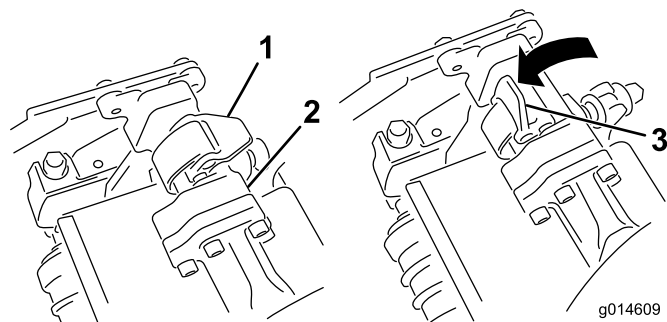
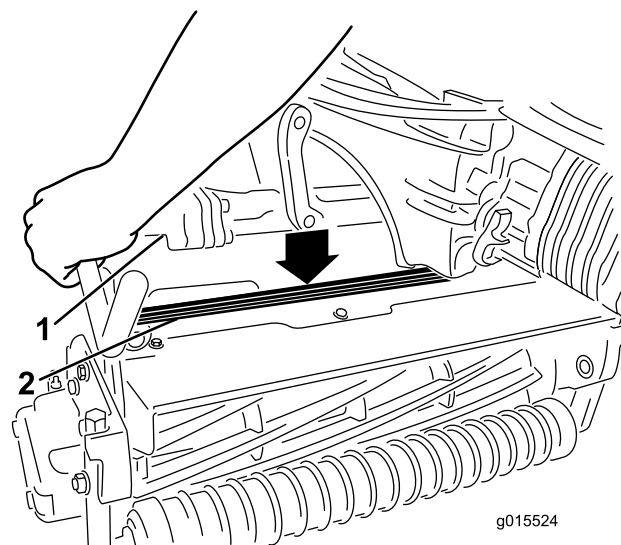

Figure 35
Figure 36
4. Les verrous de la barre de bras de suspension étant orientés en haut (c.-à-d. ouverts) (Figure 35), poussez le bras de suspension vers le bas pour que la barre s'engage sur la barre transversale en haut du plateau de coupe (Figure 36).
5. Fermez les verrous autour de la barre du plateau de coupe et bloquez-les en place (Figure 35).
5. Ouvrez les verrous sur la barre du bras de suspension appartenant au plateau de coupe que vous voulez déposer (Figure 35).